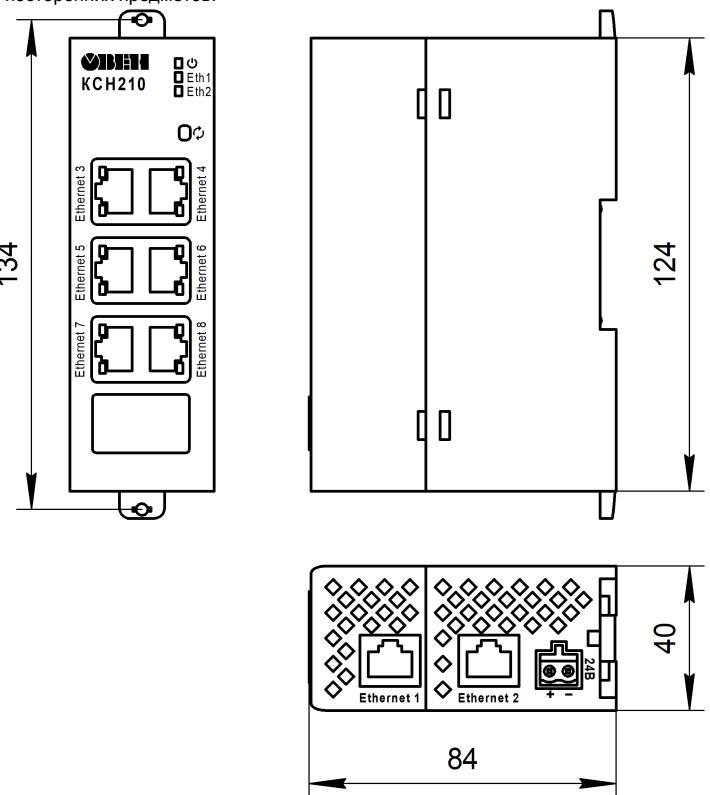

Рисунок 2 – Габаритные и установочные размеры
- Подготовить крепежные отверстия на вертикальной поверхности согласно размерам (см. рисунок 2).